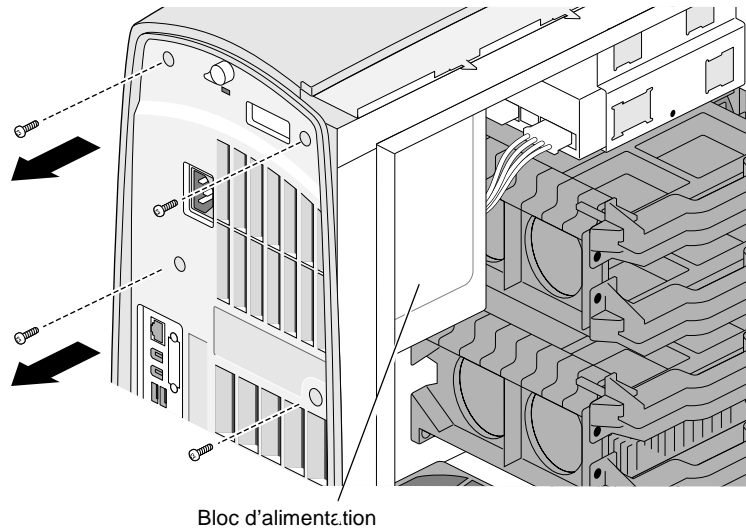

Figure 7-4 Retrait des vis du châssis du bloc d'alimentation
1. À l'aide d'un tournevis Phillips, retirez les quatre vis à l'arrière de la station de travail (voir Figure 7-4).